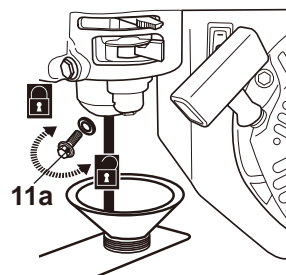

Fig. 40
- > Esvazie o depósito de combustível (11) quando armazenar o produto por mais de 30 dias, para evitar que o combustível se deteriore.
- > Desaperte o parafuso de purga de combustível (11a), mova a alavanca de combustível para a posição aberta e deixe o combustível fluir para o recipiente (Fig. 40).